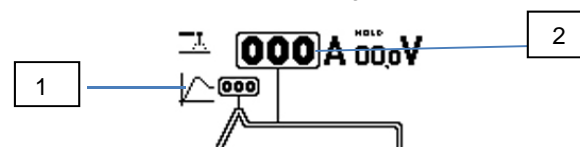

Fig.4
- OPCIÓN DE HOT START (fig. 4, ref.1)
- CORRIENTE DE SOLDADURA (fig. 4 ref. 2)